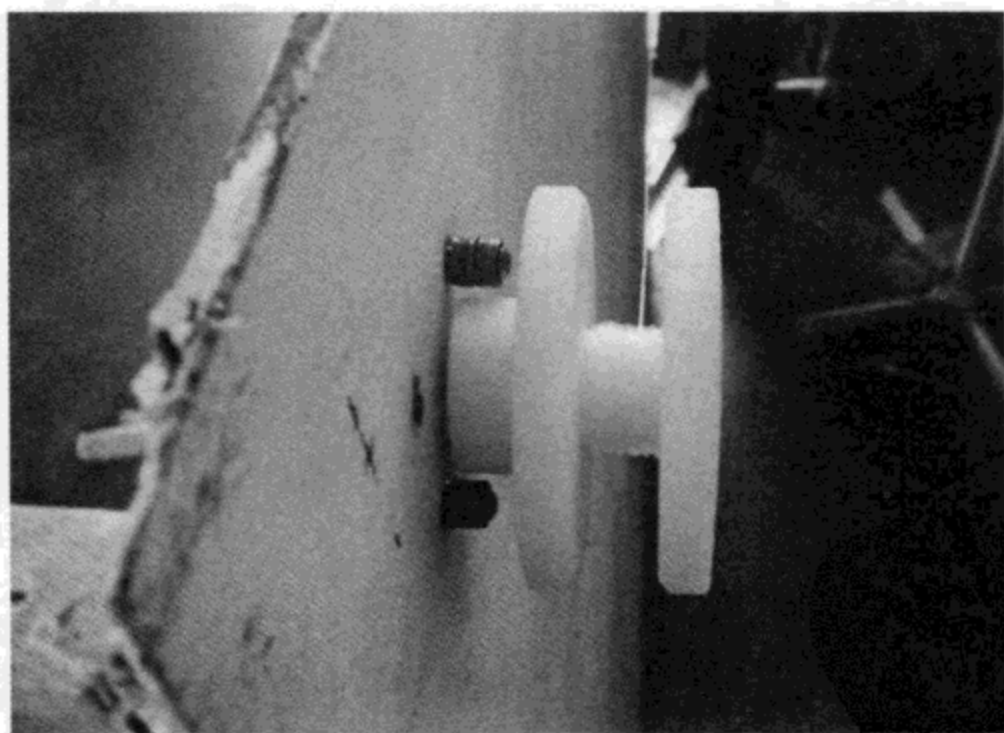

图10.25 电机安装的细节
(13) 用 $\frac{1}{8}$  in 的钻头钻一个安装电机用的 M3 螺钉的通孔。用 $\frac{3}{8}$  in 的钻头钻中心孔。用 M3 螺钉装上电机、弹簧垫圈及平垫圈，如图 10.25 所示。垫圈的数量取决于纤维板的厚度。